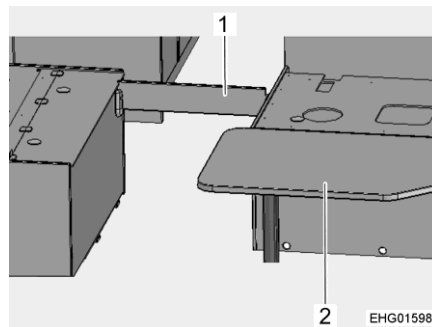

Bild 107 Under ombyggnaden
- Omvandla bord (Bild 107,2) till sängstomme (se avsnitt 7.6).
- Sätt dit stöbrädor (Bild 107,1).